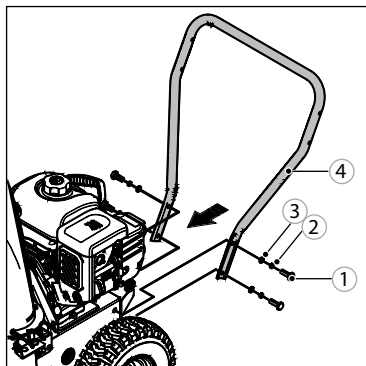

Рис. 2
1. Поднимите нижнюю ручку 4 в рабочее положение и тщательно закрепите с помощью стопорных болтов 1, гровера 2 и гайки 3 (рис. 2).